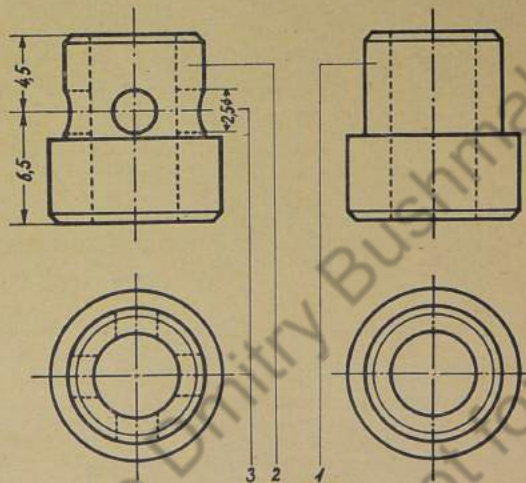

Bild 88: Paßstift für Lagerschalen
1. Paßstifte (Bild 88) für Lagerschalen des vorderen und mittleren Kurbelwellenlagers herausnehmen und prüfen, ob die Querlöcher (88/2) eingebohrt sind, gegebenenfalls Löcher bohren.